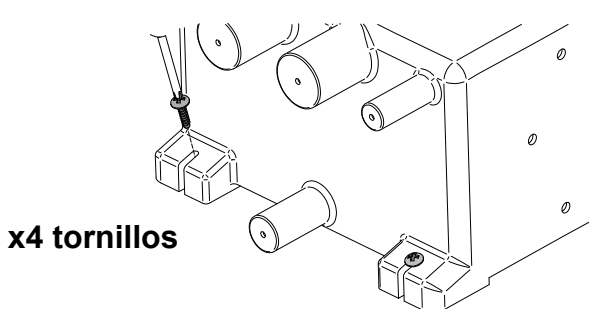
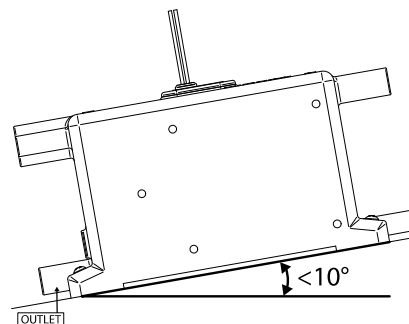

Figura 5. Fijación del depósito
Figura 6. Máximo ángulo posible de instalación
**Paso 2:** El depósito **debe** fijarse utilizando 4 tornillos adecuados, a través de las patas del depósito indicado en la Figura 5. **NOTA:** El ángulo del depósito **no deberá** superar 10° (Figura 6). **NOTA: No atornillar directamente al casco – DEBE** montarse sobre un mamparo o una tabla adicional.